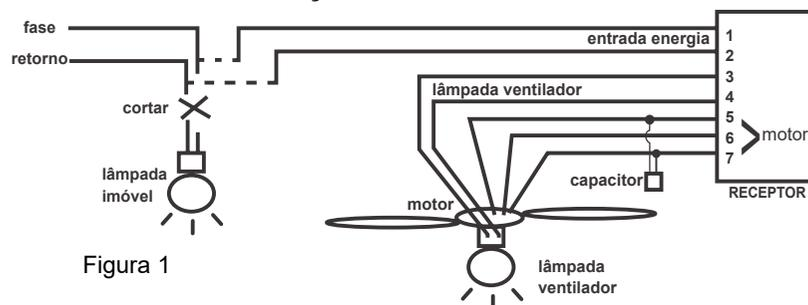

Figura 1
- b- Identificar os dois fios da rede elétrica do imóvel (fase e retorno) conectados à lâmpada do ventilador. Cortar esses fios conforme mostrado na figura 1.